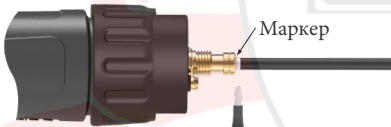

рис. 1
- Убедитесь, что гильза находится под небольшим давлением в канале горелки. Отметьте положение на задней стороне цанги гильзы (рис. 1).